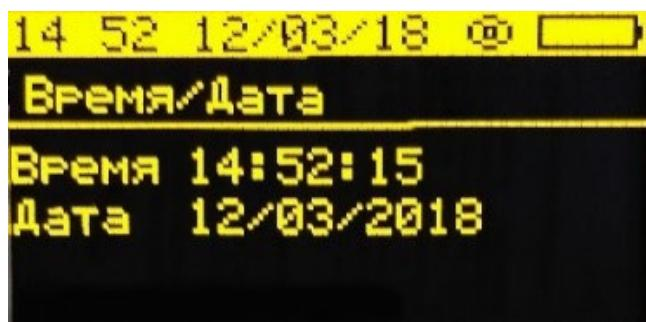

Рисунок 8. Настройки. Время/Дата.
6.6.2. «Время/Дата» (Рисунок 8). Навигация по настройкам осуществляется клавишами «Влево» и «Вправо», изменение значений - клавишами «Вверх» и «Вниз» (увеличение и уменьшение соответственно). Сохранение настроек - «Enter». Выход без сохранения - «ESC».